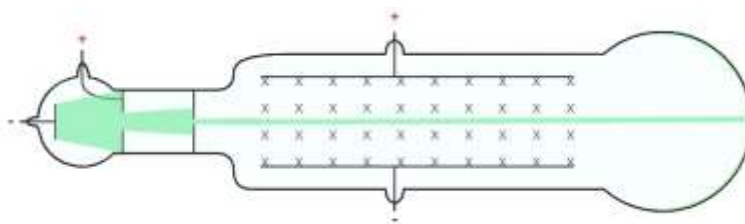

Figura 2. Simulador *Thomson's cathode ray tube lab*
5. Elija un valor mayor que cero para **B**, fíjelo y después busque un valor para **Vdef**, hasta obtener una trayectoria horizontal del haz, como se muestra en la figura 2. Observe y responda.
- Con las flechas azules, accione el campo magnético (**B**) e incremente la intensidad de éste hasta lograr que el haz de rayos catódicos dibuje una trayectoria horizontal, como muestra la figura 2.
2. Con el potencial de aceleración (V_{ac}) fijo en 100 [V], incremente la diferencia de potencial de desviación (V_{def}) con las flechas verdes, hasta lograr que el haz de rayos catódicos dibuje una trayectoria en línea recta, como lo muestra figura 2.